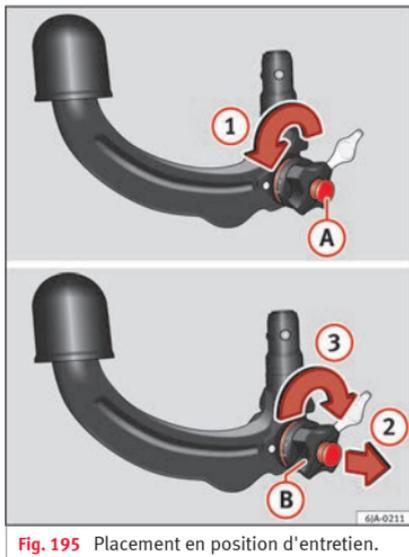

Fig. 195 Placement en position d'entretien.
- Tournez la clé **A** dans le sens de la flèche **1** jusqu'à la butée » fig. 195.